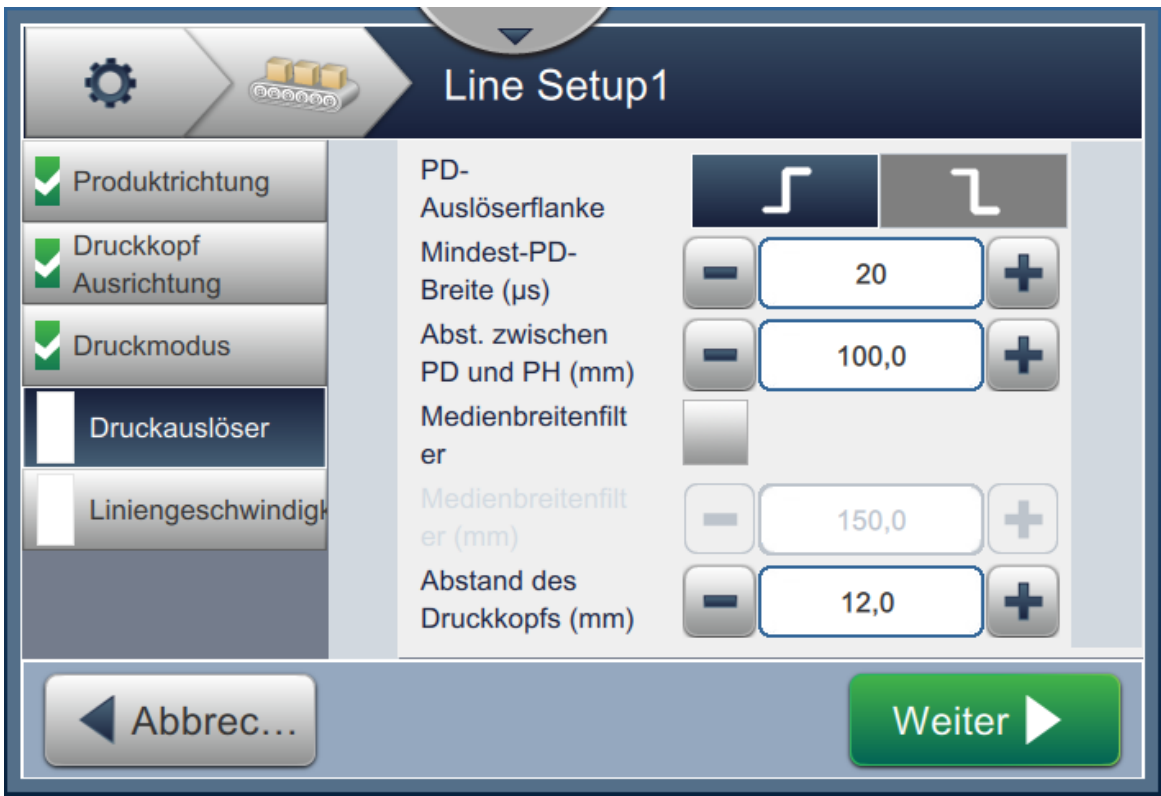

Abbildung 6-32: Linieneinrichtung – Druckauslöser
- 1. Berühren Sie den *Druckauslöser* auf dem Bildschirm für die Einstellungen zur Linieneinrichtung, wie dargestellt in Abbildung 6-32.